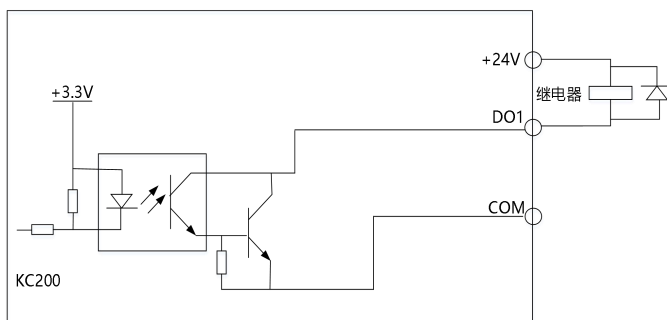
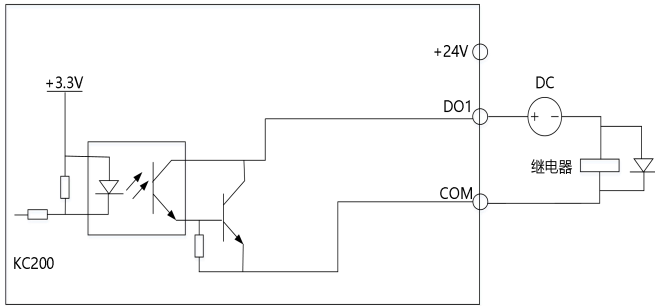

图 3-12 多功能输出端子接线方式 1
图 3-13 多功能输出端子接线方式 2
1. 多功能输出端子 DO1 可使用变频器内部的 24V 电源，接线方式请参见图 3-12。
2. 多功能输出端子 DO1 也可使用外部电源，接线方式请参见图 3-13。
5. 图 3-12、图 3-13 中，对于非 24V 继电器，应根据继电器参数选择合适的电阻，串接在继电器回路中。